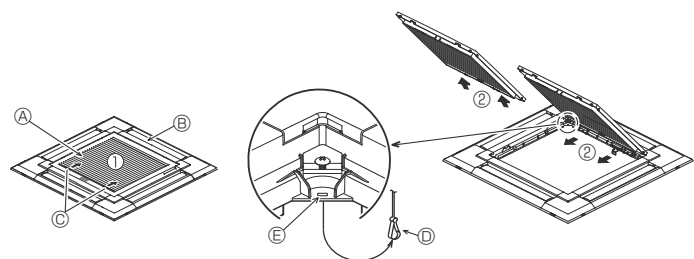
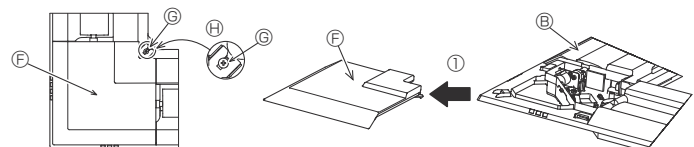

Fig. 9-3
Fig. 9-4
#### 9.2.1. Օդի ներմղման վանդակաճաղի հեռացումը (Fig. 9-3)
#### 9.2.2. Անկյունային վահանակի հեռացումը (Fig. 9-4)
- Թուլացրեք անկյունային 4 պտուտակները: Մահեցրեք անկյունային վահանակը նկարում պատկերված սլաքի ① ուղղությամբ և հանեք անկյունային վահանակը: [Fig. 9-3] [Fig. 9-4]
- Ⓑ Վանդակաճաղ ①